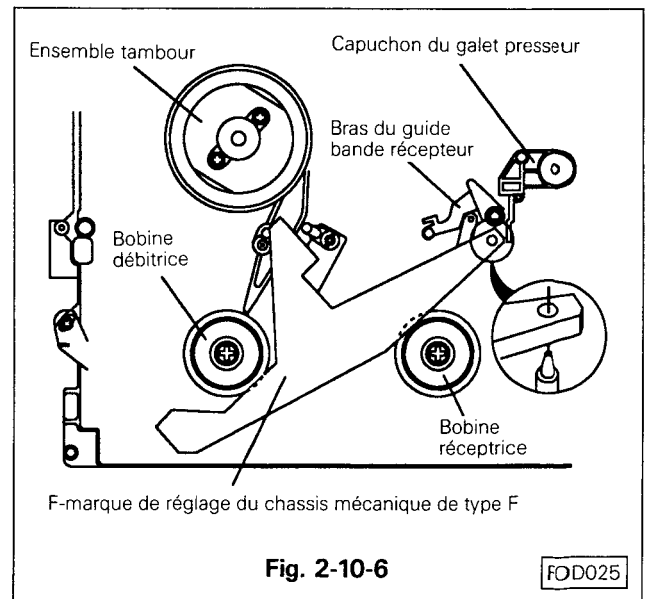

Fig. 2-10-6
- J. Installer la cale de réglage (réf: 859C342020) en position de référence sur la platine principale. (Voir Fig. 2-10-6)
- E. Installez la cale de réglage (réf: 859C342020) en position de référence sur la platine principale voir Fig. 2-10-6.